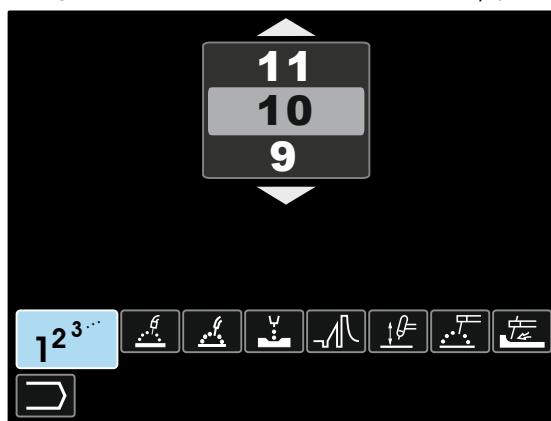

Figura 8.
- Utilizați comanda de setare [11] pentru a evidenția pictograma de alegere a procesului de sudare. – Figura 8.